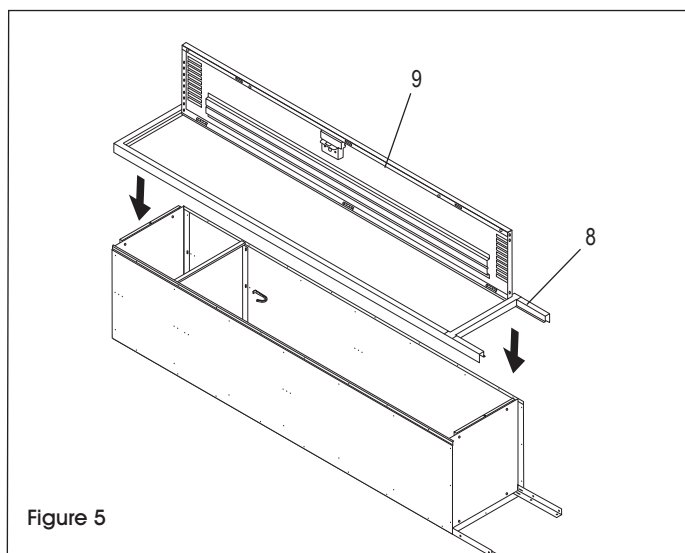

Figure 5
8. Placez l'ensemble de porte et de cadre (8 et 9) par-dessus le corps du casier. Assurez-vous que les côtés du corps sont à l'intérieur du cadre et non entre les cadres. Fixez le haut à l'entête du cadre et le fond au seuil du cadre (un boulon chacun). Pour finir, fixez le cadre à l'aide de 16 boulons et écrous. (Voir Figure 5)
11. Pour fixer la tige à manteau, placez l'extrémité non fendue de la tige (10) sur l'onglet en saillie de la patère supérieure gauche. Faites glisser l'extrémité fendue de la tige à manteau sur l'onglet en saillie dans la patère droite, puis tournez de 90° pour la fixer.